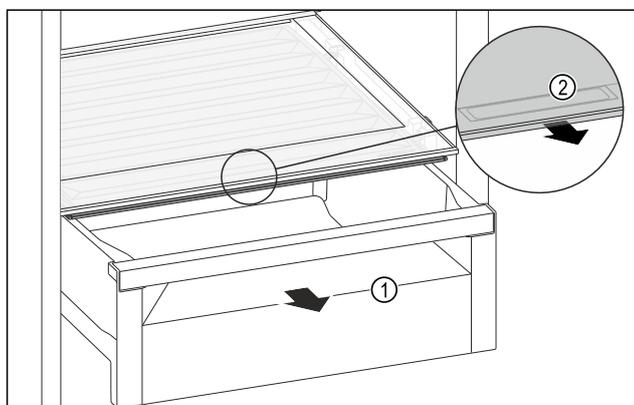

Fig. 137
- ▶ Extrageți sertarul Fig. 137 (1).
- ▶ Prindeți mânerul încadrat Fig. 137 (2) de la capacul compartimentului și trageți concomitent capacul compartimentului spre partea frontală.